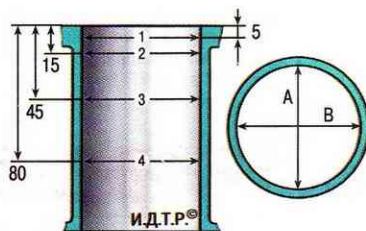

Рис. 4.9. Места измерения цилиндра
8. Затем измерьте диаметры цилиндра в двух перпендикулярных плоскостях (рис. 4.9) (вдоль В и поперек А блока цилиндров) и в четырех поясах (1, 2, 3 и 4). Для этого необходим специальный прибор – нутромер.